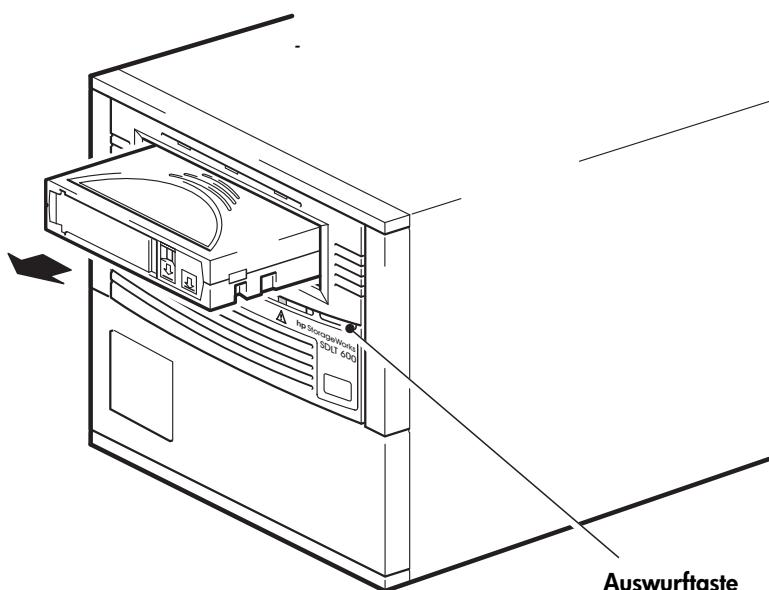

Abbildung 7b: Entnehmen einer Kassette
- 1 Drücken Sie die Auswurftaste im Bedienfeld. (Siehe Abbildung 7b.)